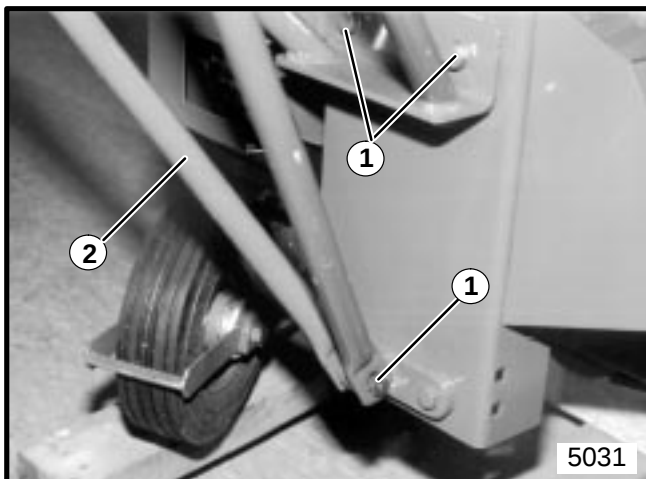

Figura 1
4. Remueva los dos tornillos y arandelas de la parte superior trasera de la caja del engranaje e instale la parte superior de la manija usando las herramientas anteriormente removidas. Asegure la parte inferior de la manija usando un (1) tornillo de $\frac{1}{2}$ -13 x 2", arandela y tuerca. Vea la Figura 1.